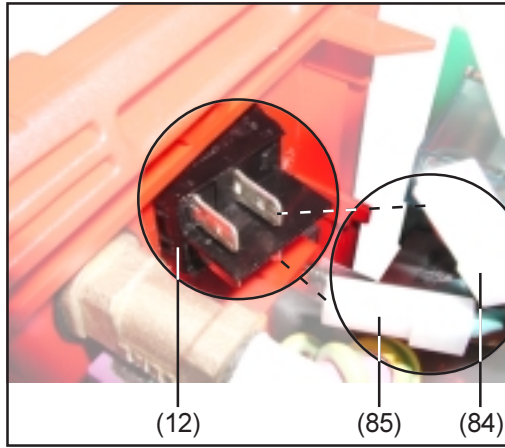

Abb. 13
- Am Netzschalter (12) die Netzleitungen für das Netzkabel anstecken (Abb.13)
- L - braun (84) an 1
- N - blau (85) an 2